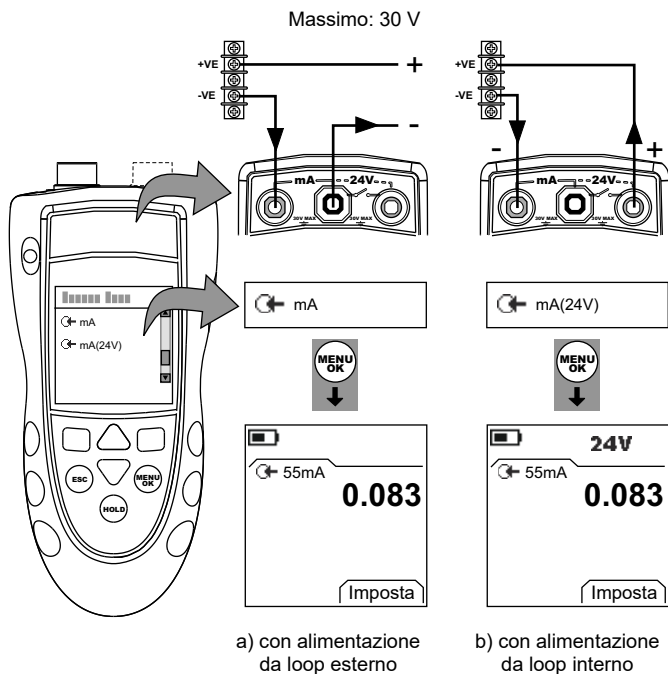

Figura 7: Esempio configurazione – Misurazione di mA
1. Collegare lo strumento (Figura 7) e, se necessario, modificarne il *Setup* (Tabella 1).
1. Solo per DPI 802/802P. Collegare lo strumento all'apparecchiatura di calibrazione (Figura 7).